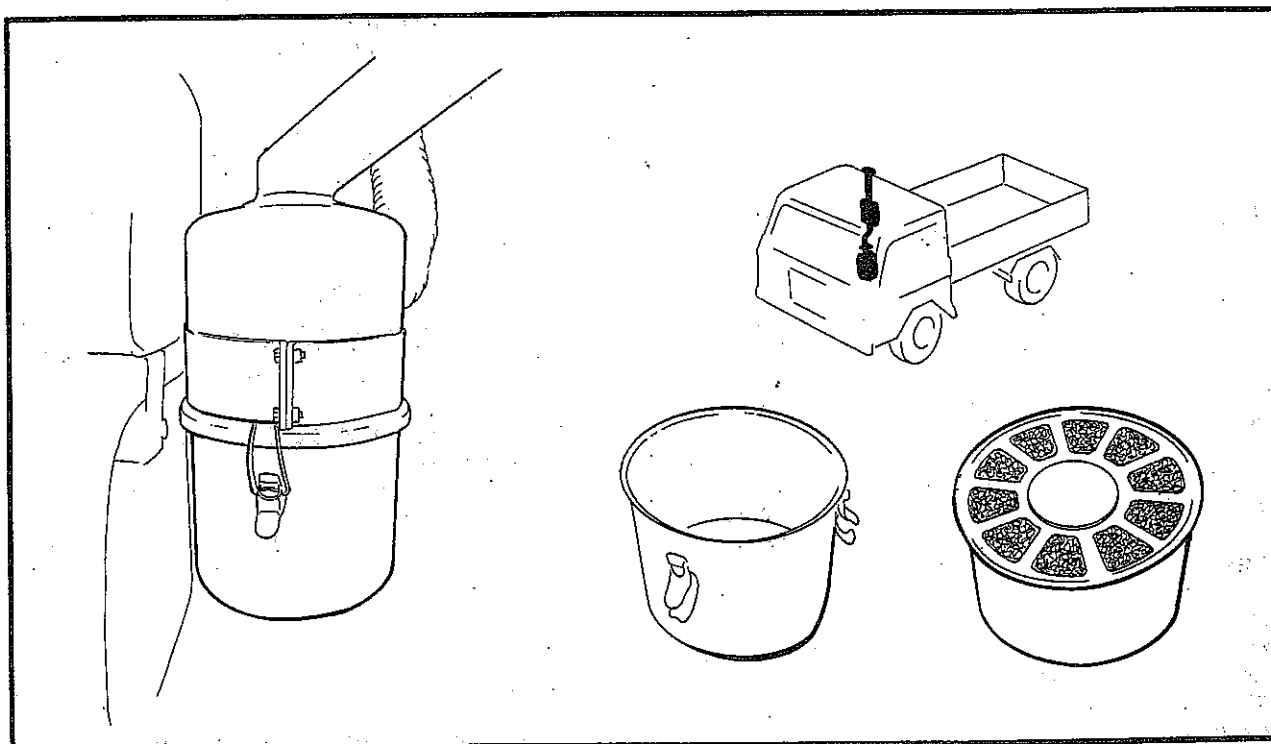

Fig. 2-3 Pulizia del filtro aria motore
2.5.4. PULIZIA DEL FILTRO ARIA (fig. 2-3) PULIRE REGOLARMENTE IL FILTRO ARIA.
2.5.4. NETTOYAGE DU FILTRE A AIR (fig. 2-3) NETTOYER REGULIEREMENT LE FILTRE A AIR.